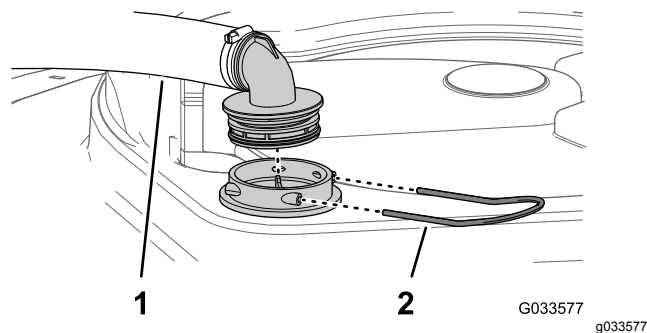

图 21
2. 在打药机药缸的顶部拆下固定从过滤器外壳连接至大软管的软管接头的卡环 图 21。
3. 从过滤器外壳上拆下软管和软管接头 图 21。